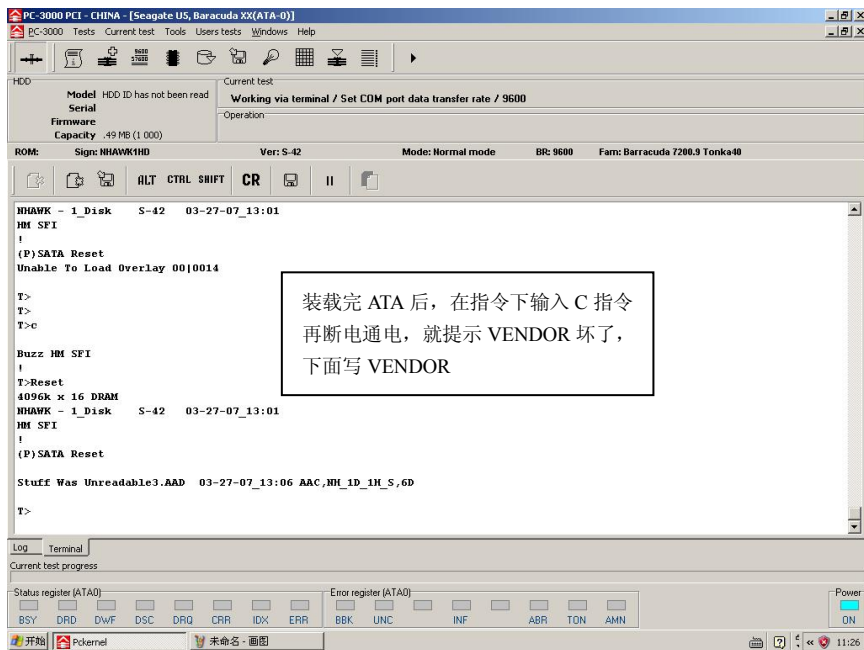

图 7-75 提示 VENDOR 坏
(3) 装载完 ATA 后，在指令下输入 C 指令，再断电通电，就提示 VENDOR 坏了，下面写 VENDOR 如图 7-75 所示。